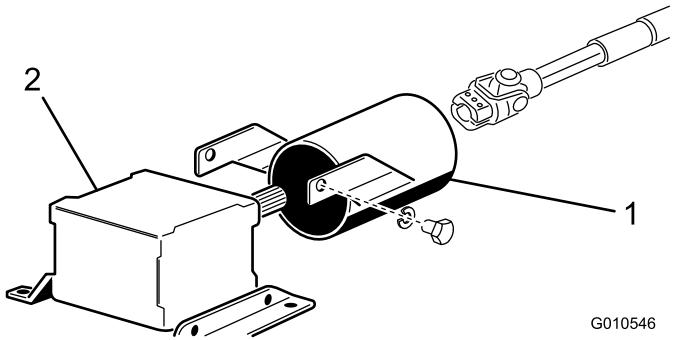

Figura 8
1. Rimuovete le 2 viti a testa cilindrica e le rondelle di bloccaggio che fissano la staffa di montaggio della protezione della PDF agli ingranaggi (Figura 8).
2. Inserite la protezione dell'albero della presa di forza sull'albero stesso, posizionando la protezione come mostrato in Figura 8.